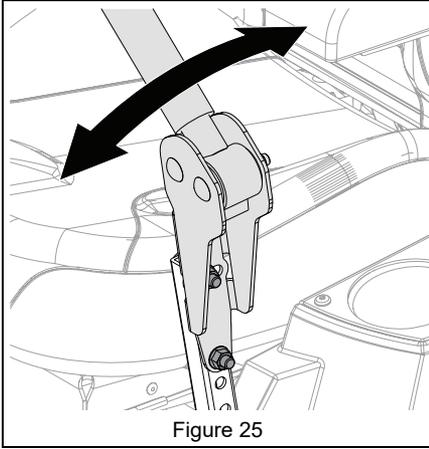

Figure 25
8. Desserrer la visserie de montage, aligner les leviers et serrer la visserie. Voir Figure 25.